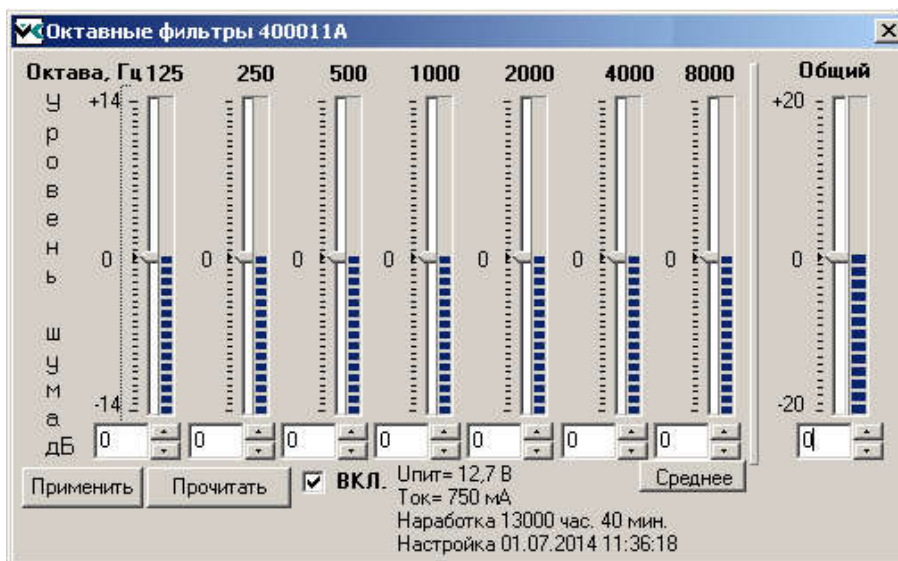

Рисунок 15 – Окно «Октавные фильтры»
– **Настройка** – вызов окна «**Октавные фильтры**» (Рисунок 15). Пункт дублирует одноименную кнопку области «**Управление списком**»;
Если произвести двойное нажатие левой кнопкой мыши на излучателе дерева, или для выделенного в дереве излучателя нажать кнопку **«Настройка»**, то для этого излучателя откроется окно настройки **«Октавные фильтры»** (Рисунок 15).
Окно **«Октавные фильтры»** (Рисунок 15) предназначено для выполнения ручной настройки уровней шума любого из излучателей списка **«Излучатель»** (или контрольной точки дерева). Для открытия окна необходимо выделить излучатель в списке **«Излучатель»**, установив курсор на строке с его номером и однократно нажав на левую кнопку мыши, а затем нажать кнопку **«Настройка»**, либо произвести двойное нажатие левой кнопки мыши на строке с номером излучателя в списке **«Излучатель»** или в контрольной точке дерева.